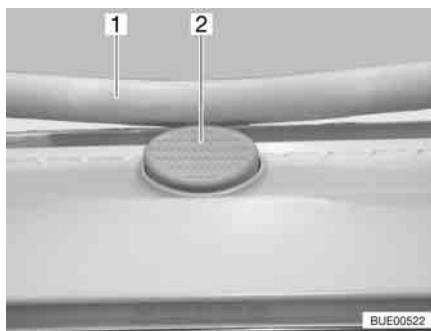

Fig. 36 Bottone di sicurezza sull'oblò Heki
- Premere il bottone di sicurezza (Fig. 36,2) e tirare verso il basso la staffa (Fig. 36,1) con entrambe le mani.
- Premere la staffa verso l'alto con ambedue le mani, finché la staffa non poggia al di sopra del bottone di sicurezza (Fig. 36,2).